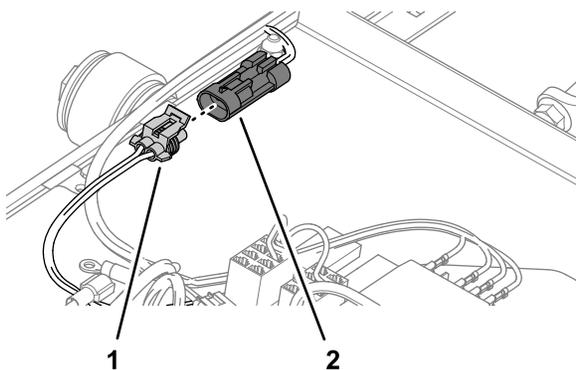

Bild 9
3. Stecken Sie den 2-Buchsen-Stecker am 20-cm-Zweig des Kitkabelbaums in den 2-Stift-Stecker des Adapterkabelbaums für die Schalterplatte (Bild 9).